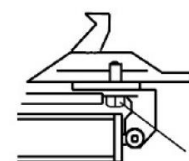

Рис. 10
Примечание: После первых 20 дней работы, вновь затяните винты (B) зажимного механизма на поворотном столе (Рис. 10).